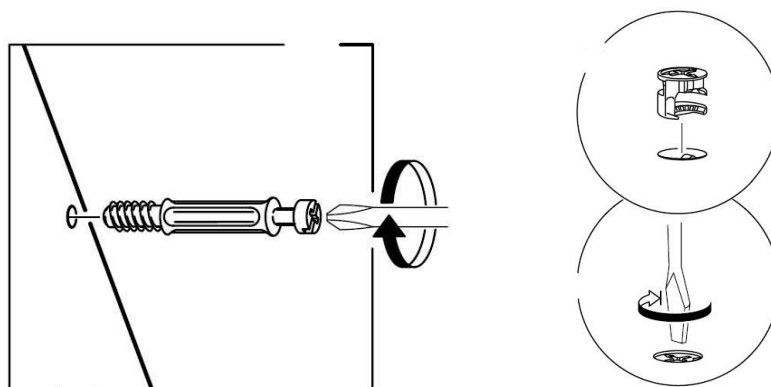

Рис. 1
1. В боковые стенки (51), (52), перегородку (53), горизонтальные щиты (45), (46), задние стенки (47), (48), (49), (50) в имеющиеся отверстия установить эксцентрики Rastex 15\22, таким образом, чтобы стрелка была повернута в сторону отверстия в торце.
2. В установленные муфты эксцентриковых стяжек на боковых стенках (51), (52), перегородке (53), крышке (43) вернуть дюбели DU644, в соседние отверстия установить шканты (рис.1 и схема сборки).
3. На нижний щит (44) установить опоры шурупами 3,5x13мм.